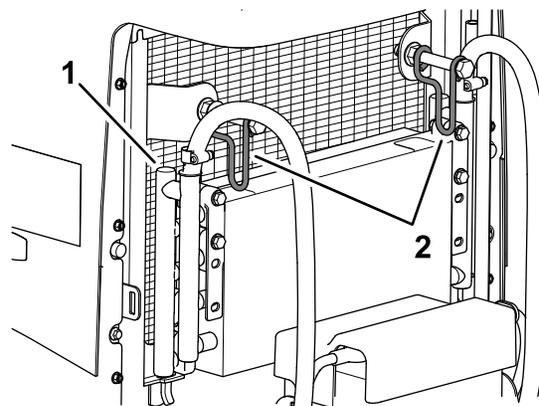

図 113
7. オイルクーラのラッチ2ヶ所を内側に押し解除し、クーラを傾ける **図 113**。